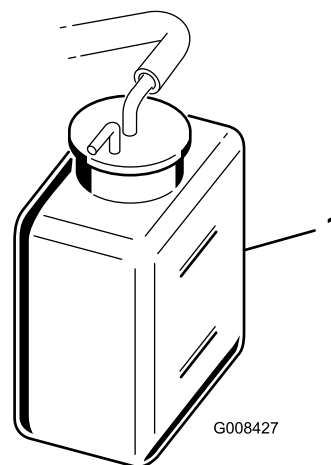

Рисунок 44
2. Проверьте уровень охлаждающей жидкости (Рисунок 44).